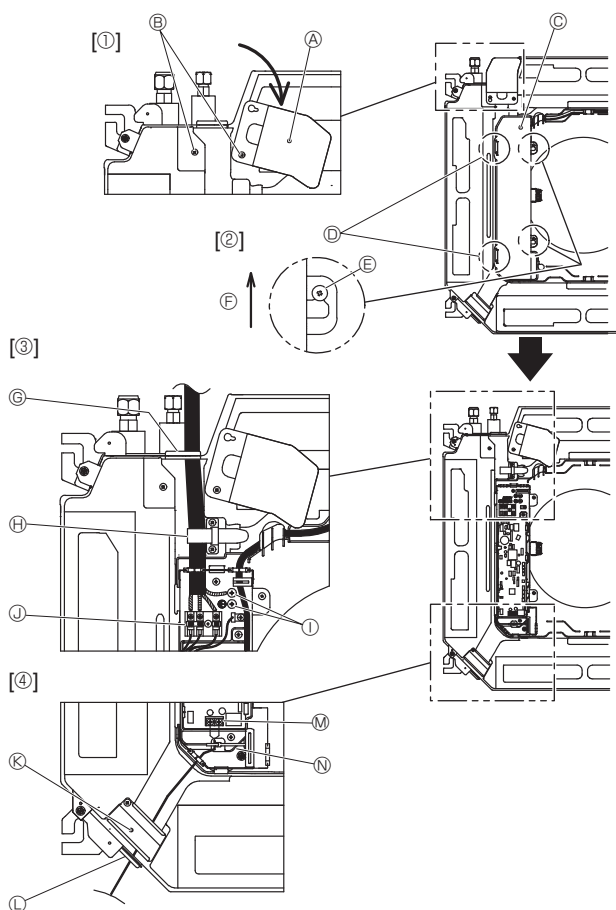

Rys. 5-2
1. Podłączyć gniazdo spustowe (dostarczone z urządzeniem) do portu spustowego. (Rys. 5-2). (Przymocować rurę, używając taśmy klejącej PCW, po czym zabezpieczyć za pomocą obejm).